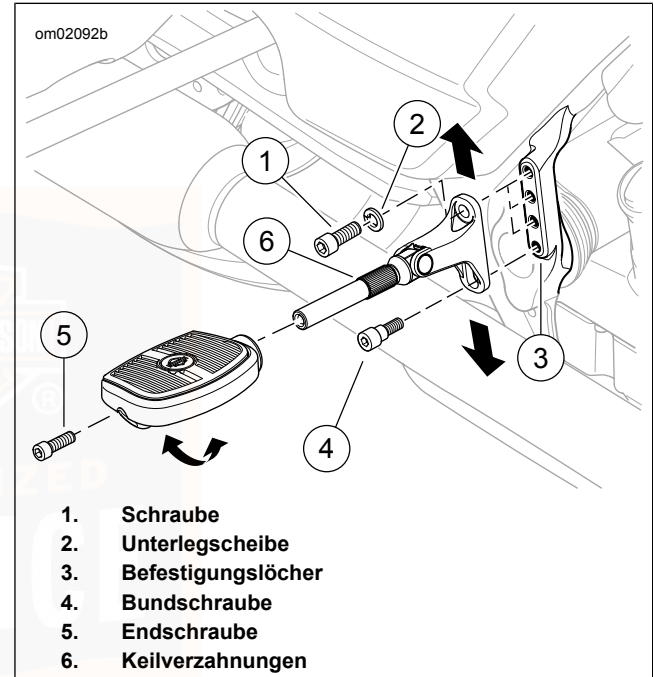

Abbildung 50. Soziustrittbretter: FLHTKL
Siehe Abbildung 50. Falls sich die Halterung nicht nach oben oder unten verschieben lässt, die untere Bundschraube (4) lockern, aber nicht entfernen.
1. Die obere Schraube (1) und Unterlegscheibe (2) der Halterung entfernen.
1. Siehe Abbildung 50. Die Endschraube (5) entfernen.
3. Die Trittbrettverzahnung im gewünschten Winkel an die Montageverzahnung (6) anlegen. Das Trittbrett auf die Verzahnung drücken.